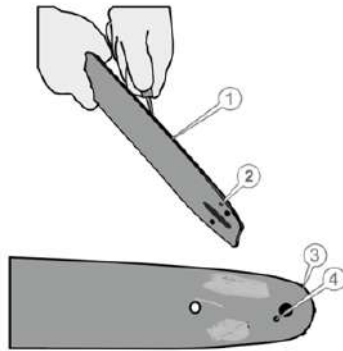

Рисунок 6. Схема обслуговування «шини»
6.2 Обслуговування різального блока (шини, веденої зірочки, ланцюга) (рис. 6).